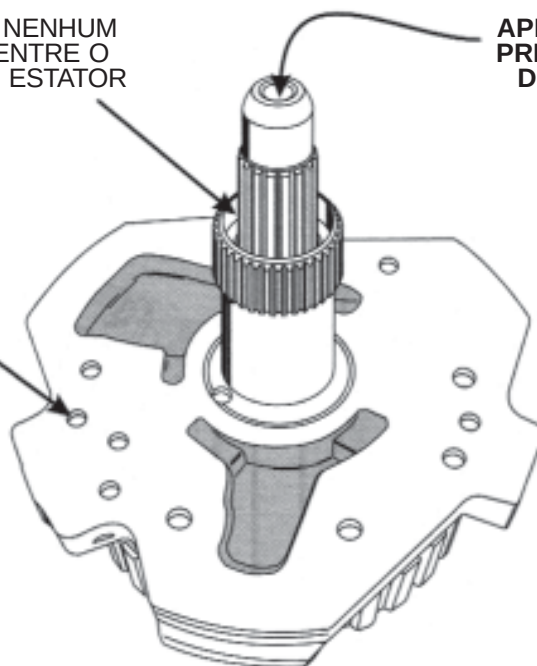

Figura 59
13. Faça o teste de aplicação de ar nas buchas do estator, conforme ilustrado na Figura 59.